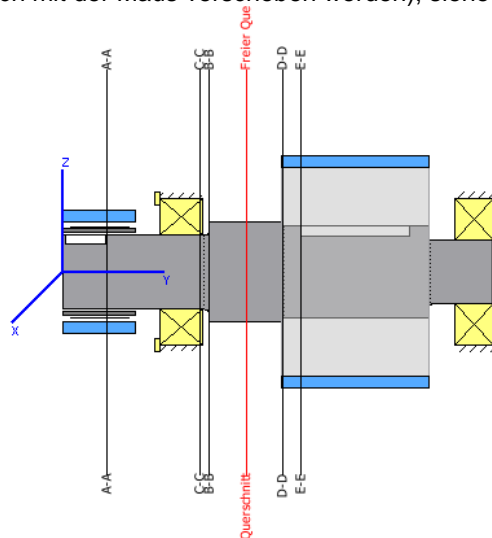

Abbildung 2.22 Grafik mit Querschnitten sowie Vergleichsspannung (aktiver Querschnitt: rot)
- Über „Grafik“ kann die Position des neuen Querschnittes betrachtet werden (der Querschnitt kann auch mit der Maus verschoben werden), siehe Abbildung 2.22